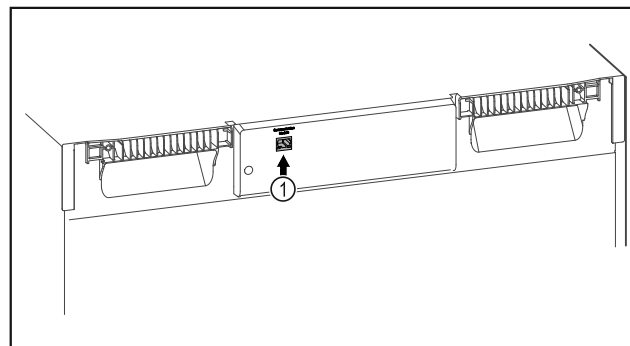

Fig. 140
- SmartModule Fig. 140 (1) on sisse pandud.